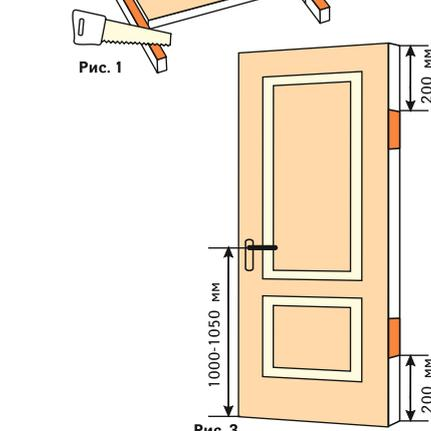

Рис. 3
- Рекомендуемые расстояния для установки петель отображены на Рис. 3
- Произведите разметку места положения петель и замка в соответствии с рекомендациями на Рис. 3